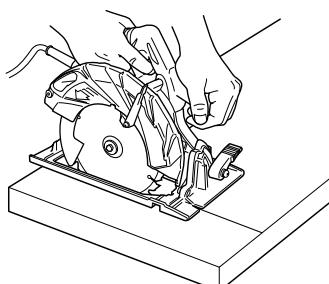
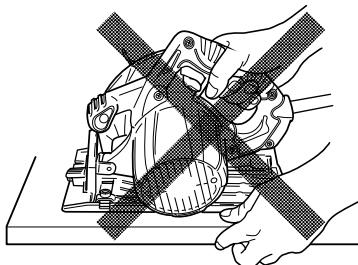

Fig. 11
Fig. 12
- Placer la section large de l'embase de la scie sur la section de la pièce qui est fermement soutenue, et non sur la section qui va tomber après la coupe. A titre d'exemples, la Fig. 11 montre la façon CORRECTE de couper l'extrémité de la planche, et la Fig. 12 montre la façon INCORRECTE. Si la pièce est trop courte ou trop petite, la fixer.